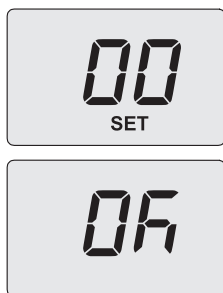

Figura 8.5
Sul display compare la scritta "SET" (Figura 8.5).
- Premendo il tasto 13 (Figura 8.2) si ottiene la conferma del valore inserito. Sul display appare per 3 sec. la scritta "Ok" (Figura 8.5), per poi visualizzare la lista dei parametri.